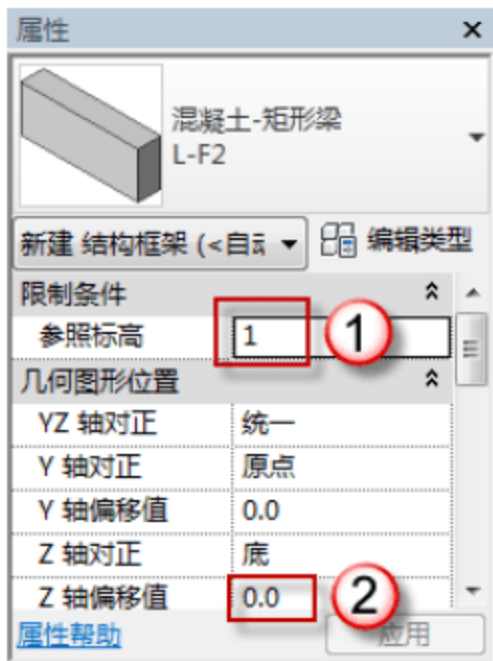
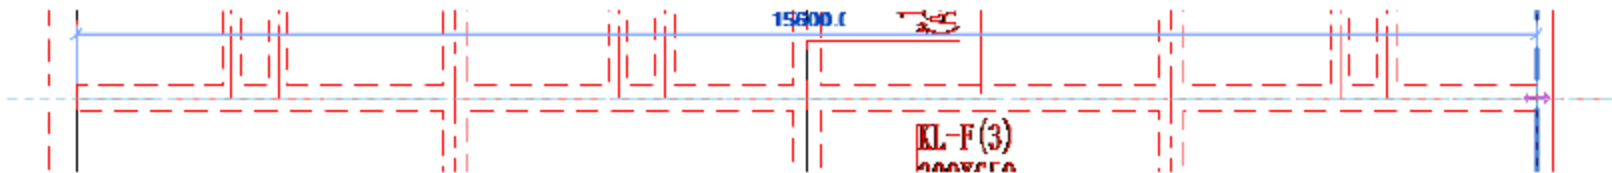

图 3.2.22 设置 Z 轴偏移值
图 3.2.23 绘制 L-F2
(7) 绘制 L-F2。选择“结构”→“梁”命令，在“属性”面板中调整参数标高 1，Z 轴偏移值为 0，如图 3.2.22 所示。找到 L-F2 的位置从一侧向另一侧绘制，如图 3.2.23 所示。